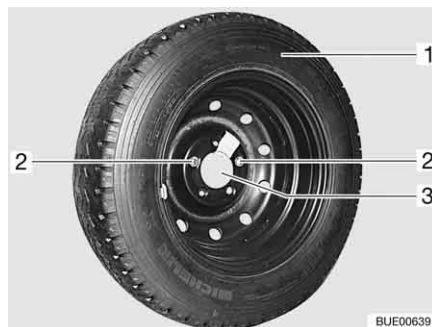

Bild 258 Reservhjulshållare i det bakre lastutrymmet
- Skruva ut och ta bort de båda fästskruvarna (Bild 258,2) med fordonsverktyget.
- Ta av reservhjulet (Bild 258,1) från hållaren (Bild 258,3).